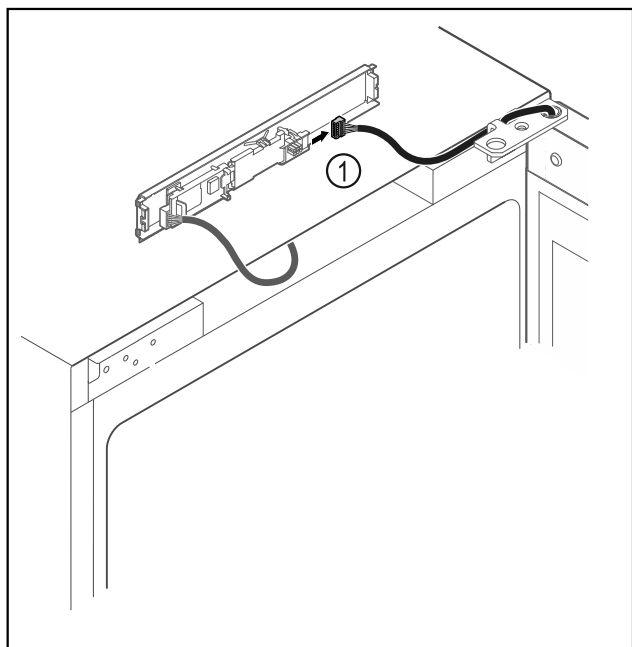

Fig. 13
- Scoateți fișa Fig. 13 (1) de la placa electronică.